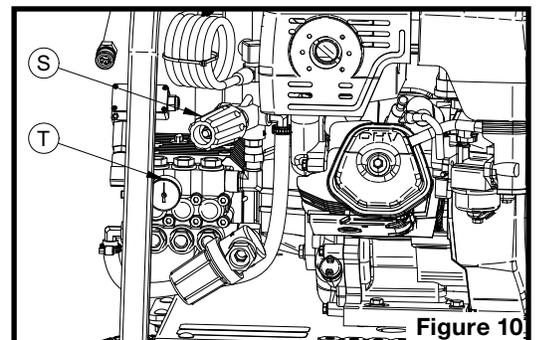

Figure 10
7. La pression peut être ajustée par le régulateur haute pression (S sur la figure 10) jusqu'à 3500 lb/po²². La pression est lisible sur le manomètre (T sur la figure 10).